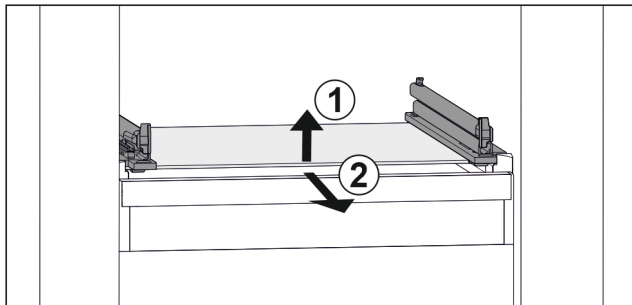

Fig. 111 Примерное отображение стеклянной пластины
- Приподнимите стеклянную пластину спереди. Fig. 111 (1)
- Извлеките стеклянную пластину движением вперед. Fig. 111 (2)